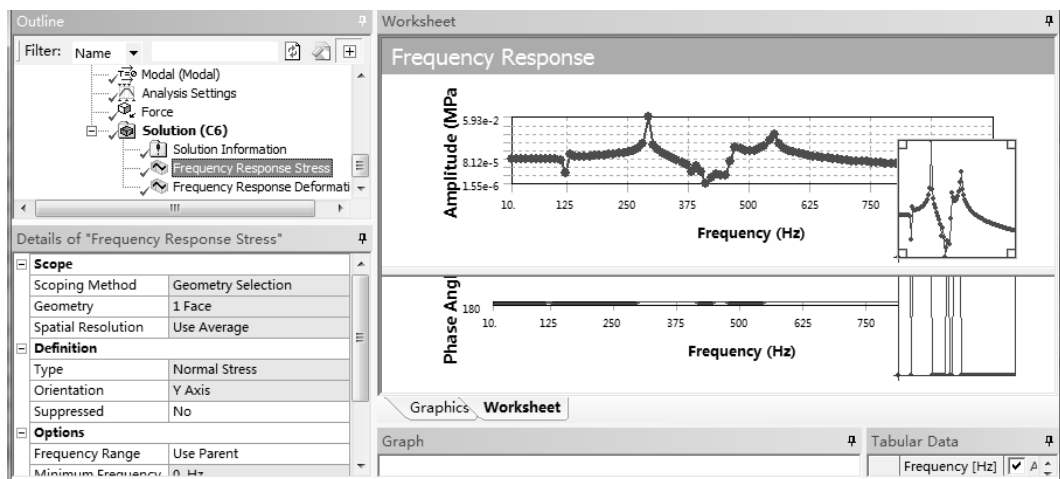

图 6-62 应力频率响应
2) 应力响应结果。在【Outline (分析树)】中选择【Solution (C6)】节点，单击其下的【Frequency Response Stress】项  Frequency Response Stress，可以观察到谐响应应力分析结果，如图 6-62 所示。上图为幅值频谱，下图为相位频谱，从图可看到有两个谐振频率，Y 方向 1 阶频率为 290.13Hz，2 阶频率为 547.28Hz，与模态分析结果相同。